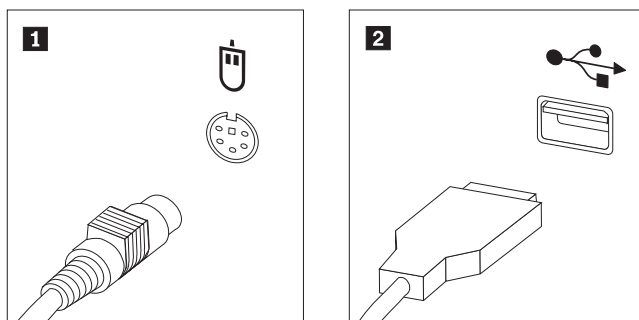

图 30. 更换鼠标
3. 找到鼠标接口。请参阅图 30 和第 5 页的『查找计算机正面的控件和接口』或第 5 页的『查找计算机背面的接口』。